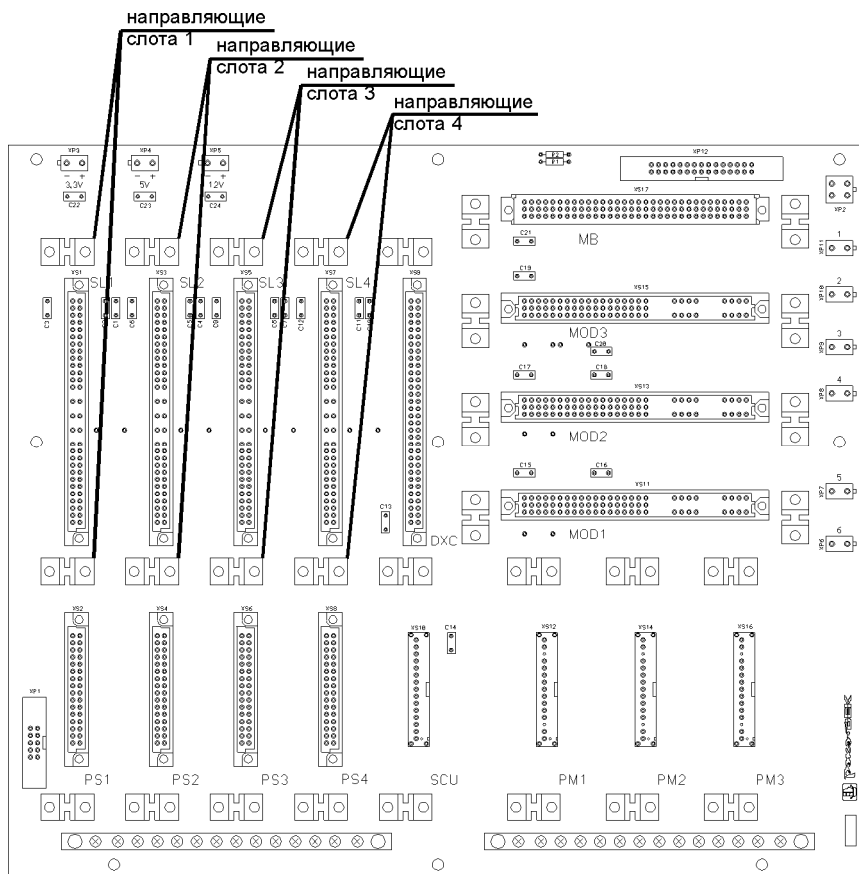

Рисунок 23 - Кросс 1 модуля регенерационного REG-F
6.2 Блок KPCU-R должен устанавливаться в любую из позиций слота 1...4 («SL1» - «SL4») на плате кросс 1 модуля регенерационного REG-F (см. рисунок 23).